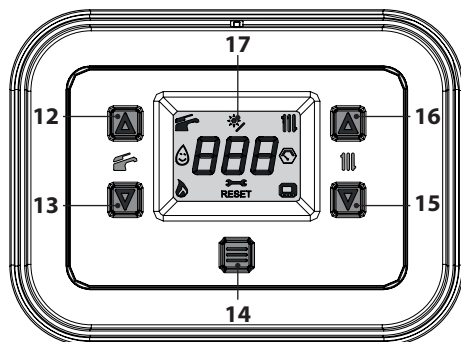
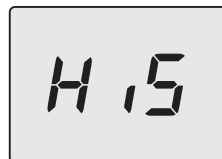
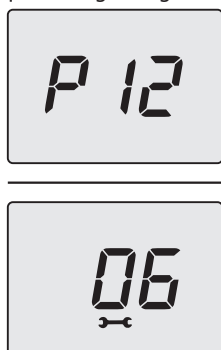
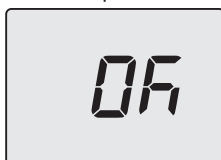

Figura 5.47
Figura 5.48
Figura 5.51
Figura 5.52
- Entrare in "modalità programmazione" premendo contemporaneamente per 5 secondi i tasti 13 e 15 (Figura 5.47) fino a far apparire sul display LCD le lettere **HiS** che indicano il menu "Storico delle caldaie" (Figura 5.48).
- Premere per 1 sec. il tasto 14 (Figura 5.47) per entrare nel parametro selezionato. Il display visualizzerà quanto segue (Figura 5.51).
- Premendo il tasto 14 (Figura 5.47) si ottiene la conferma del valore inserito. Il display visualizzerà per 5 sec. quanto segue (Figura 5.52) poi, si porterà al livello superiore.
- Premendo contemporaneamente i tasti 13 e 15 (Figura 5.47) si esce senza modificare il valore (ritorno al livello precedente).
- tenere premuti contemporaneamente i tasti 13 e 15 per 5 sec. (Figura 5.47) (ritorno al livello precedente).